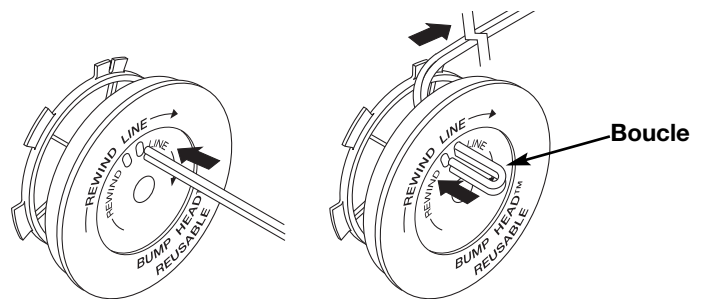

Fig. 18
8. Découpez environ 3 m (10 pi) de fil neuf. Insérez une extrémité de fil dans l'un des deux trous du moulinet intérieur (Fig. 18). Tirez le fil jusqu'à ne laisser que 10 cm (4 po) environ.
9. Insérez l'extrémité du fil dans le trou ouvert du moulinet et tirez sur le fil pour que la boucle soit le plus petit possible (Fig. 18).